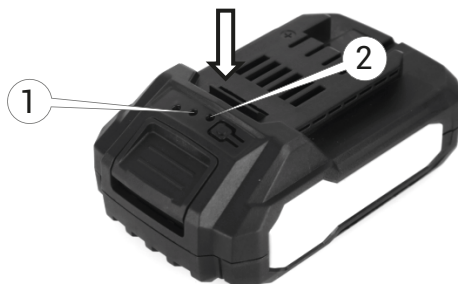

Рисунок 2. Схема перевірки рівня заряду акумуляторної батареї.
5.1.2.1 Перевірка рівня зарядження акумуляторної батареї (рис. 2).
- натиснути та утримувати кнопку акумулятора (2, рис. 2), що розташовується на верхній панелі акумулятора;
- перевірити рівень заряду акумулятора. Під час утримання кнопки залежно від стану заряду батареї почнуть світитися відповідні індикатори (1, рис. 2).